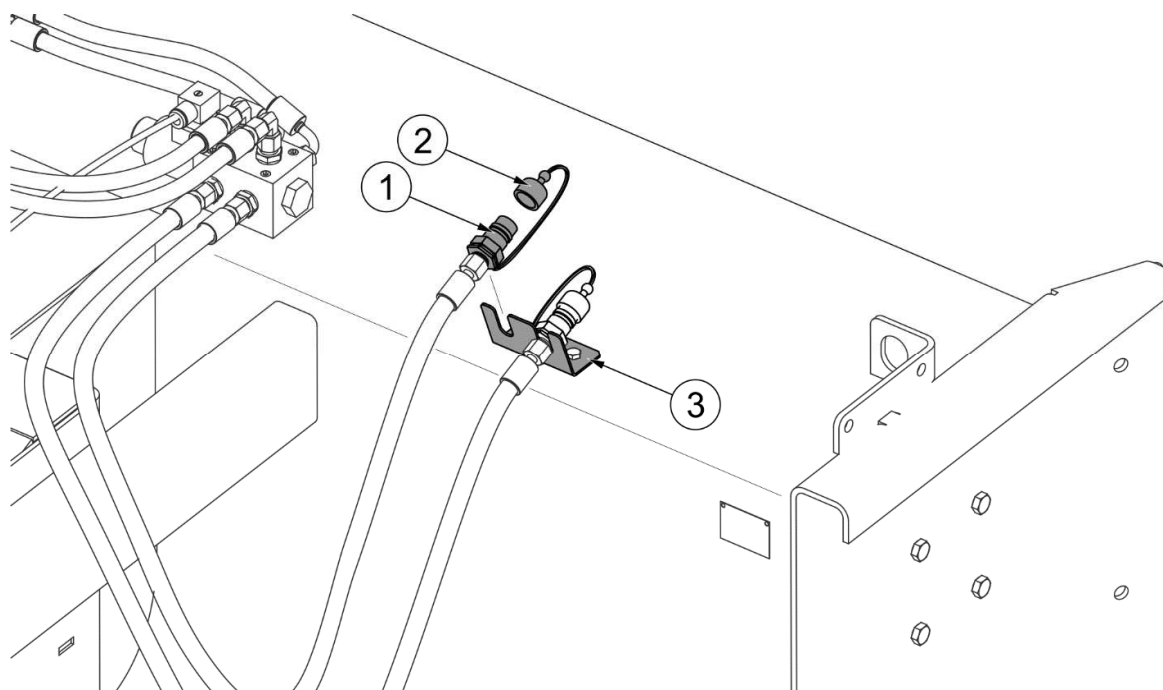

РИСУНОК 4.13 Предохранение штекеров быстроразъемных соединений
- Разъединить гидроразъемы управления метателем, закрыть предохранительными колпачками и поместить на кронштейн на корпусе снегоочистителя (РИСУНОК 4.13).